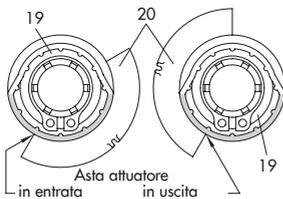

Fig. 8: Allineamento camme di contatto al supporto camma
3. Rimuovere le viti di fissaggio e spostare la piastra dell'attuatore (12) dalla sua guida spingendola verso destra. Sollevarla leggermente e continuare a spingerla verso l'ingresso del cavo.
4. Agganciare l'ingranaggio dell'alberino (2) sulla boccola (13). Assicurarsi che il fermo laterale sia innestato correttamente nell'incavo della boccola.
5. Inserire l'ingranaggio intermedio (1) sull'alberino 1 (11.1), disporvi sopra l'anello di fissaggio (3) e spingerlo verso il basso fino a bloccarlo.
6. Inserire le ruotine di taratura (18) sugli alberini e fissarle rispettivamente con una vite. Controllare che le viti di taratura possano girare facilmente, altrimenti allentarle di nuovo leggermente.
7. Allineare l'unità camme di contatto (21): a questo scopo ruotare le due camme di contatto (19) secondo Bild 8 in base alla posizione dell'asta attuatore sul supporto camma (20).